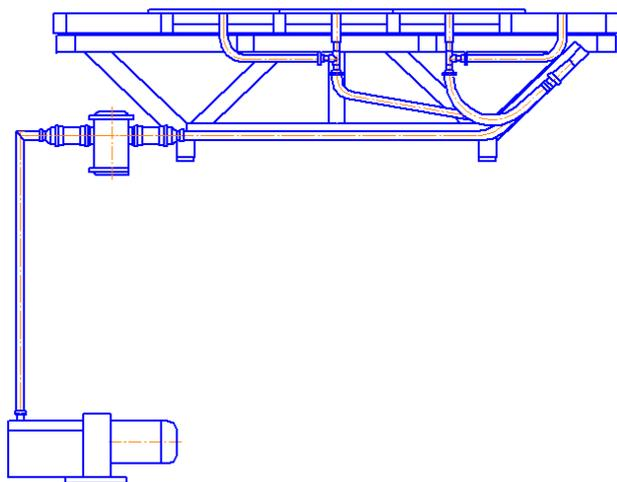

Рис. 1 – Вакуумная система трубопроводов спроектированной оснастки
В конце обработки детали необходимо произвести разгерметизацию системы для открепления детали с вакуумного стола. Для этого будем использовать дозирующий клапан, через который будет подаваться атмосферный воздух в вакуумную систему. После выбора всех элементов системы, произведем разработку схемы соединения трубопроводов с вакуумным столом (см. рисунок 1).
2. Износ уплотнений (апексов) роторов (см. рисунок 1).